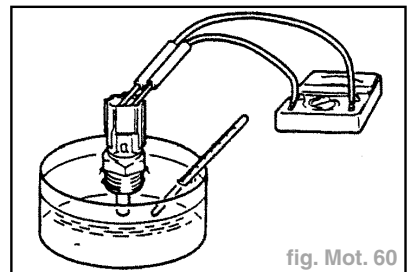

fig. Mot. 60
- Mesurer la valeur de résistance du capteur de température de liquide de refroidissement pendant que l'on trempe la partie du capteur dans l'eau chaude (fig. Mot. 60).